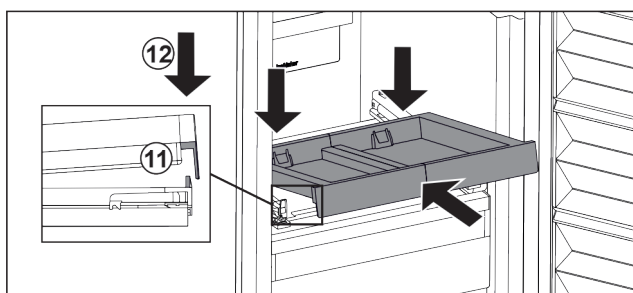

Fig. 98
- ▶ Wsunąć pod skosem. Zwrócić uwagę, aby ogranicznik znajdował się po obu stronach za nakładką. Fig. 98 (11)
- ▶ Osadzić wysuwaną półkę z przodu. Fig. 98 (12)